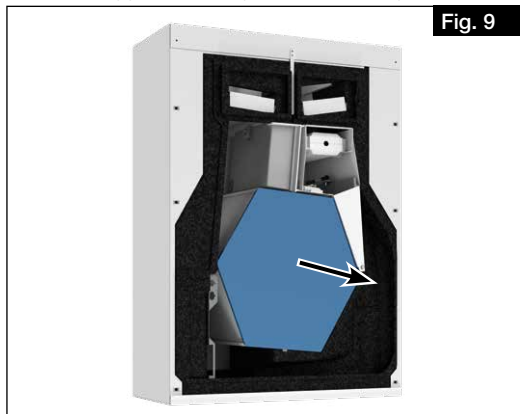

Fig. 9
- Pour réduire le poids, retirer l'échangeur thermique de l'appareil (voir Fig. 9).